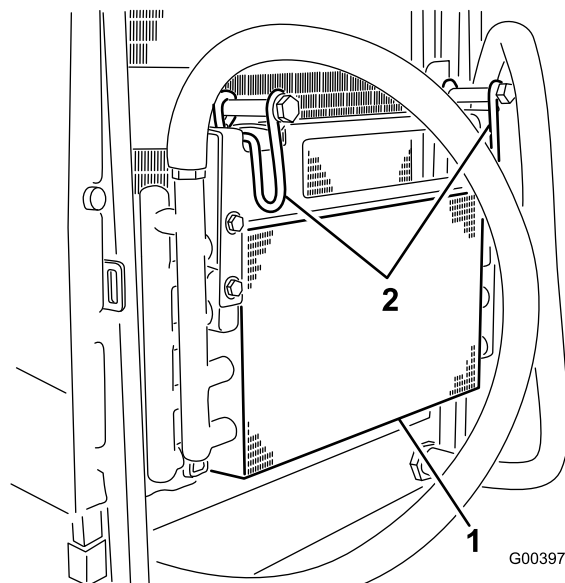

Рисунок 60
5. Поверните защелки внутрь, чтобы освободить маслоохладитель (Рисунок 60).